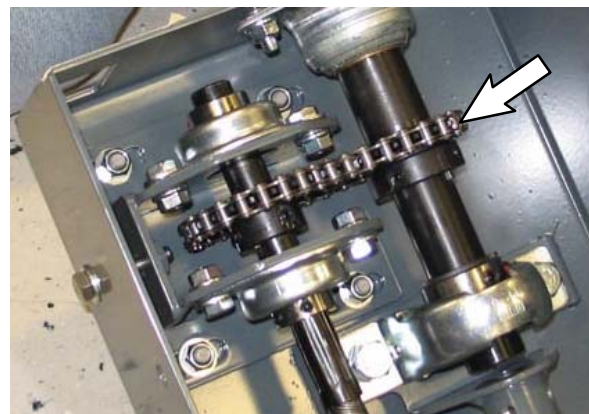

FIG. 36
33. Rimuovere la catena dello sterzo. (Fig. 36)